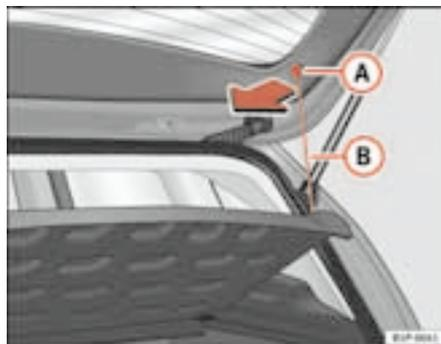

Fig. 103 Bandeja portao-
- Desenganche los tirantes ⇒ fig. 103 **B** de los alojamientos **A**